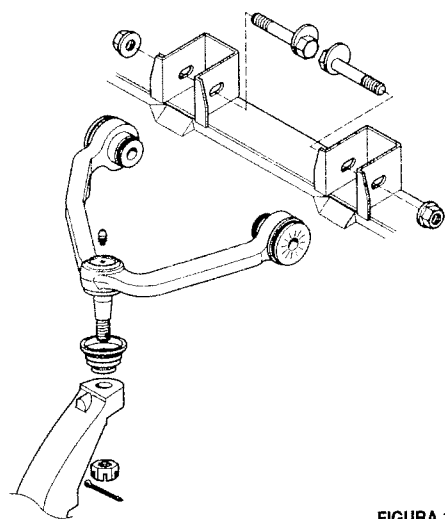

FIGURA 1
2. Marque la posición de los puntos de referencia de la alineación en la parte superior del brazo de control en el "pivot" interior (VER FIGURA 1.)